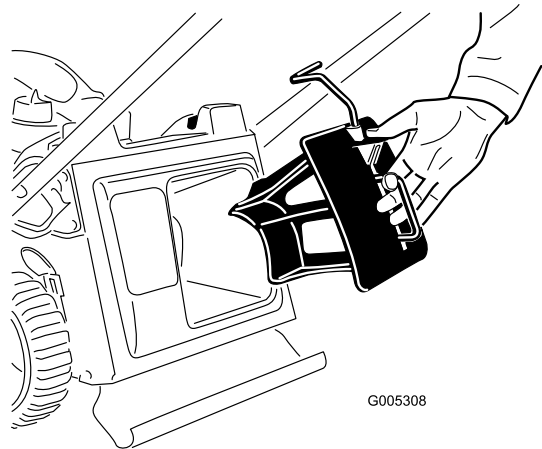

Figure 7
1. Si ce n'est déjà fait, insérez l'obturateur de déchiquetage dans le tablier de coupe (Figure 7).